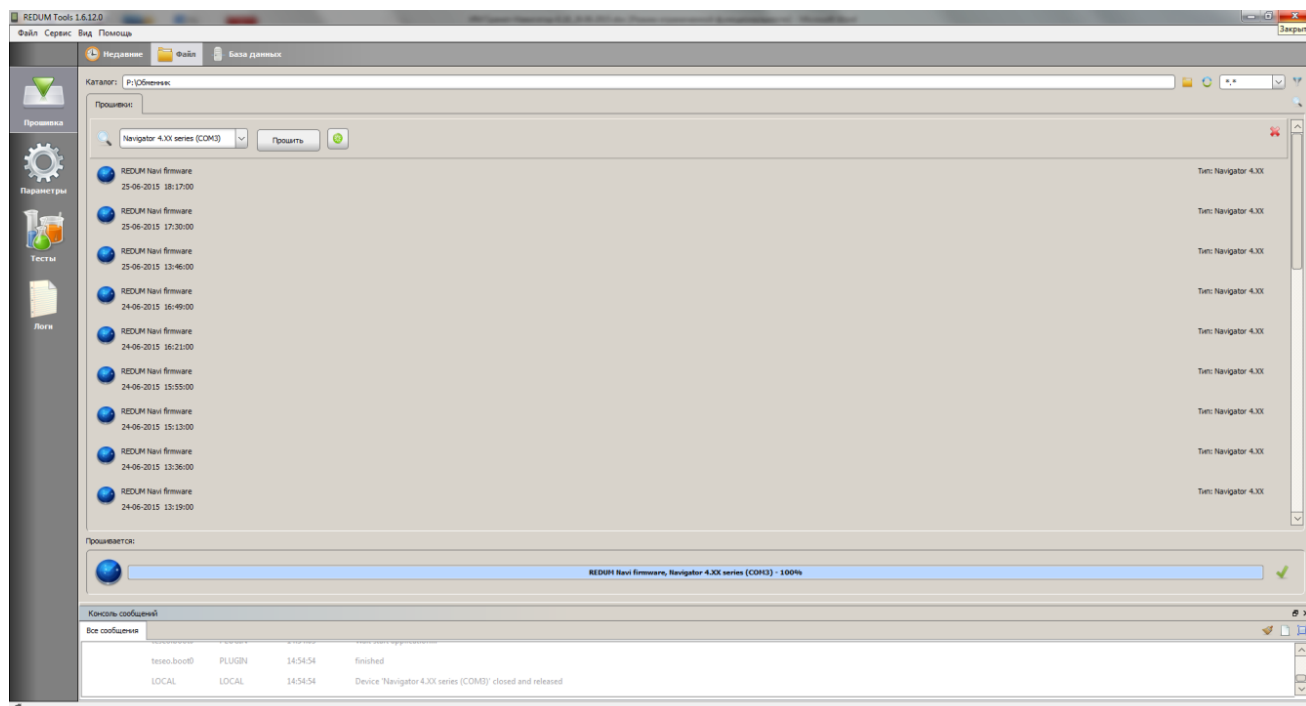

Рис. 6.7. Закладка «Прошивка»
- перейти на вкладку «Прошивка», рисунок 6.7.